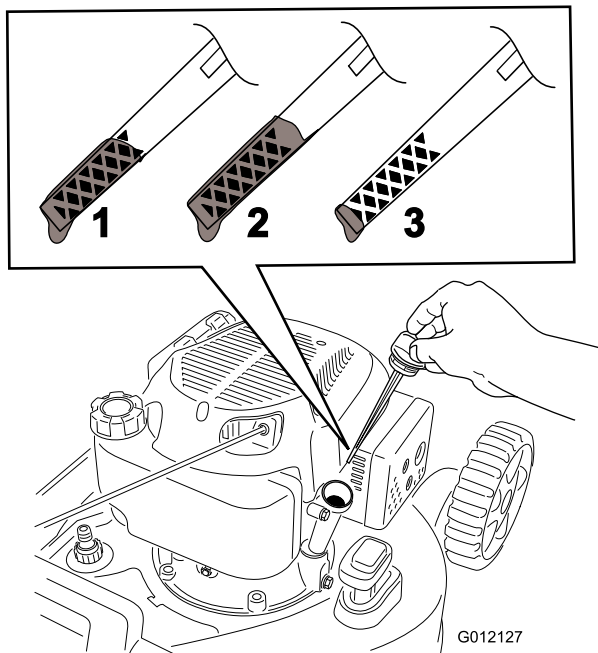

Figura 9
2. Retire la varilla (Figura 9).
5. Retire la varilla y compruebe el nivel de aceite en la misma (Figura 9).